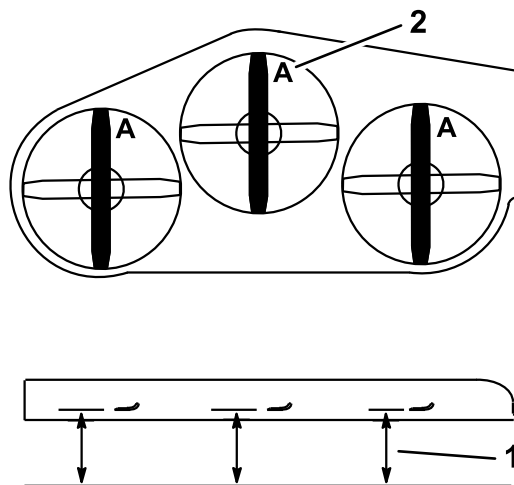
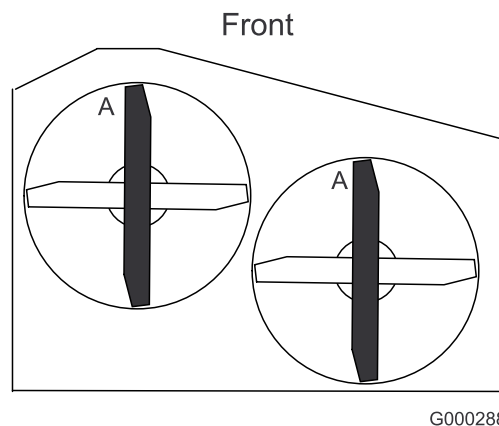

Figure 55
Figure 56
3. Tournez les lames dans le sens longitudinal. Mesurez la distance entre la surface plane et le tranchant (position A) des lames (Figure 55). Notez cette valeur. Pour les tabliers de coupe de 36 pouces, reportez-vous à la Figure 56.